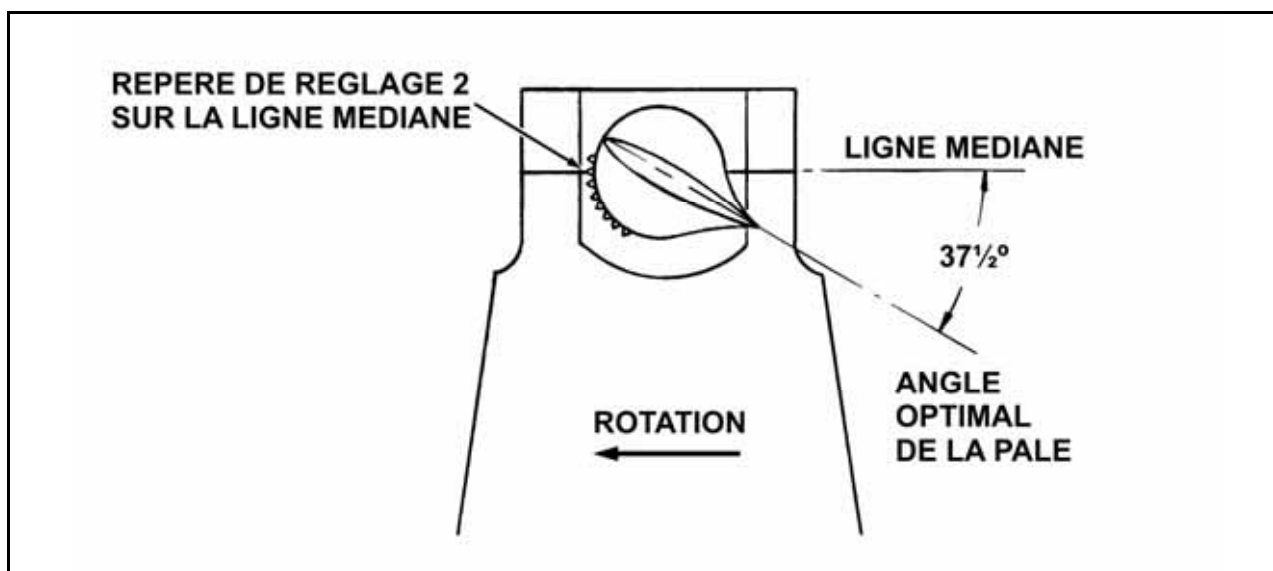

Fig. 4 – Repères de réglage sur la pale
Toutes les têtes de pulvérisation AU8000 sont livrées avec les pales du ventilateur pré-ajustées au réglage d'angle numéro 2 (voir Fig. 4). Ce réglage devrait être satisfaisant pour la majorité des applications.
5. Ajustez les quatre pales du pulvérisateur à un angle plus étroit ou plus large, en fonction des besoins. Référez-vous à la Fig. 4 pour connaître les positions des marques de réglage. Les pales ne doivent pas être réglées à un angle inférieur à la position 1 ou supérieur à la position 6. REMARQUE : Pour assurer un alignement précis du repère de réglage et de la ligne médiane, regardez-les à travers le trou de 10 mm situé dans la bague de support du pulvérisateur.